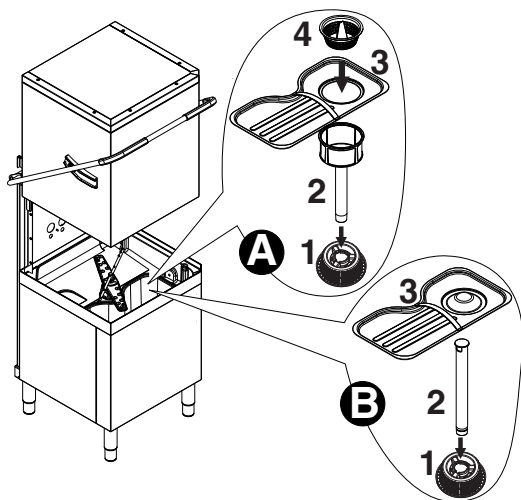

Figura 16 Filtros e extravasores
Nas versões com sistema de filtragem suplementar (FS), certifique-se de que o filtro de aspiração da bomba "1", o filtro da cuba "2", o filtro plano "3" e o filtro de cesto "4" estejam corretamente montados ("A" - Figura 16).
Nas versões sem sistema de filtragem suplementar (FS), certifique-se de que o filtro de aspiração da bomba "1", o extravasor "2" e o filtro plano "3" estejam corretamente montados ("B" - Figura 16).